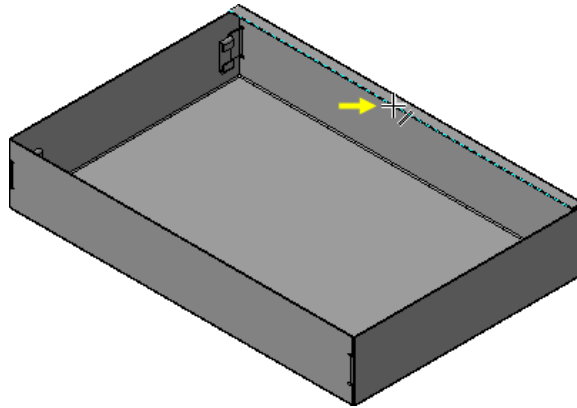

Рисунок 36.
- Укажите ребро на новом сгибе и создайте еще один сгиб с теми же параметрами (рис. 36).